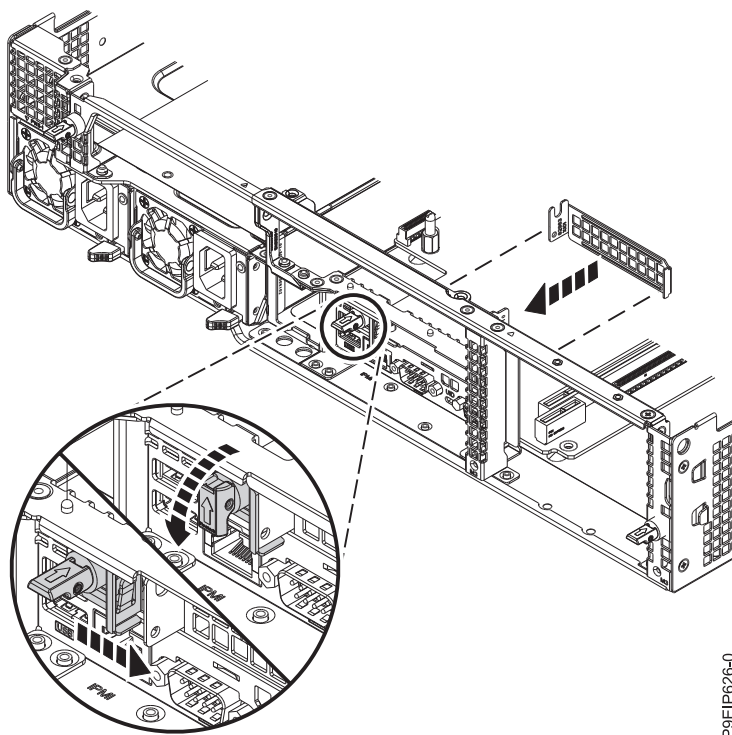

Figura 57. Deslizando o retentor do suporte sobre trilhos para a posição fechada
- d. Feche a porta de retenção deslizando-a contra o suporte sobre trilho, conforme mostrado na Figura 57, em seguida, recoloque o pino de retenção.